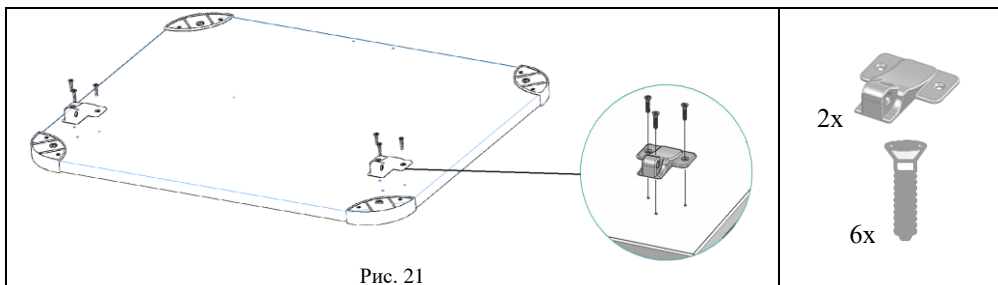

Рис. 21
5.3.3. На сборку по п. 5.3.2. прикрутить СУТ.11.192. Кронштейн шарнира (поз. 1, пакет № 30а) при помощи саморезов с потайной головкой 4x12 (поз. 2, пакет № 30а), см. рис. 21.